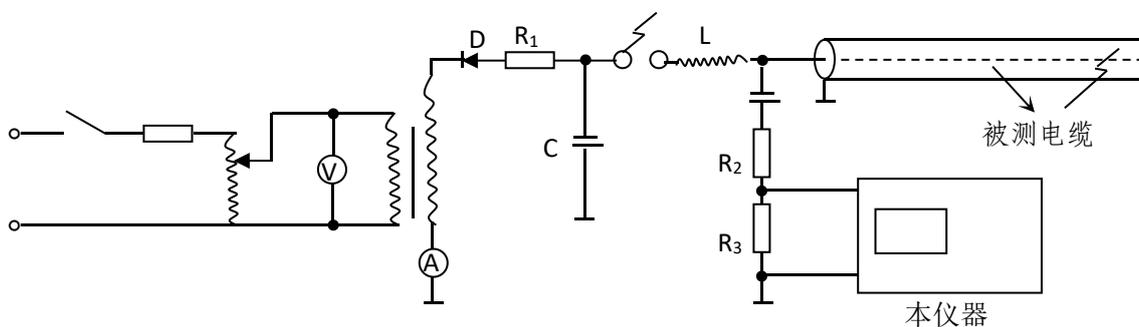

图 9 冲击高压法测试原理图
3) 按图 9 所示线路连接设备。地线按“八、中 2、的 6)”条和“九、中 3、”条要求接好。其中储能电容 C 要求大于 $1\mu\text{F}$ ，耐压应能满足试验要求。其它设备要求与直闪法相同。电感一般取放电球隙中的 2 或 3，也可视被测电缆段的长度或根据反射波形适当增大或减小。